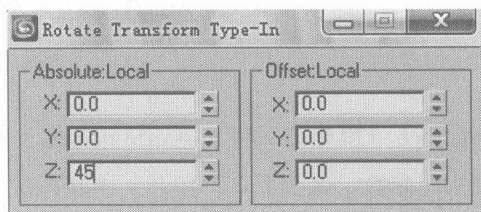

图 6.215
- 02 在工具栏中右键单击 按钮，在弹出的对话框中设置旋转参数，如图 6.215 所示。